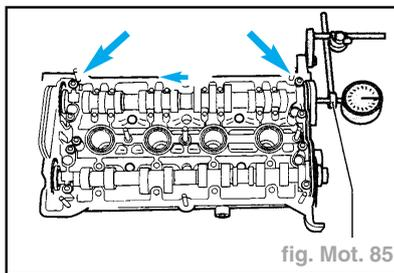

fig. Mot. 85
- Fixer le support de comparateur universel MP 3-447 avec le comparateur sur la culasse (fig. Mot. 85).